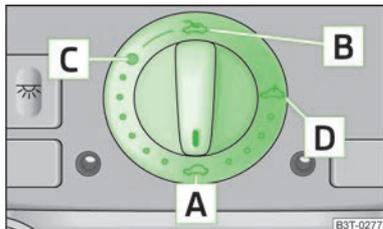

Abb. 25
Das Schiebe-/Ausstelldach wird mit dem Drehschalter » Abb. 25 bedient und funktioniert nur bei eingeschalteter Zündung. Der Drehschalter hat mehrere Stellungen.
Wurde die Batterie abgeklemmt und wieder angeklemt, kann es passieren, dass sich das Schiebe-/Ausstelldach nicht vollständig schließt. Deshalb muss der Drehschalter in die Schalterstellung **A** gebracht » Abb. 25 und etwa 10 Sekunden lang vorn gedrückt werden.
- Den Schalter in Stellung **C** » Abb. 25 auf Seite 44 drehen.
- Den Schalter in Stellung **B** » Abb. 25 auf Seite 44 drehen und in dieser Position (gefederte Stellung) halten.
- Den Schalter in Stellung **D** » Abb. 25 auf Seite 44 drehen.
- Den Schalter in Stellung **A** » Abb. 25 auf Seite 44 drehen.
Das Schiebe-/Ausstelldach ist mit einer Kraftbegrenzung ausgestattet. Wenn ein Hindernis (z. B. Eis) das Schließen verhindert, stoppt das Schiebe-/Ausstelldach und öffnet vollständig. Das Schiebe-/Ausstelldach kann ohne Kraftbegrenzung vollständig geschlossen werden, wenn der Schalter in Stellung **A** » Abb. 25 auf Seite 44 vorn so lange gedrückt wird, bis das Schiebe-/Ausstelldach vollständig geschlossen ist » **i**.
Nach jeder Notbetätigung (mit dem Innensechskantschlüssel) muss das Schiebe-/Ausstelltdach in die Grundstellung gebracht werden. Deshalb muss der Drehschalter in die Schalterstellung  gebracht » **Abb. 25** auf Seite 44 und etwa 10 Sekunden lang vorn gedrückt werden.